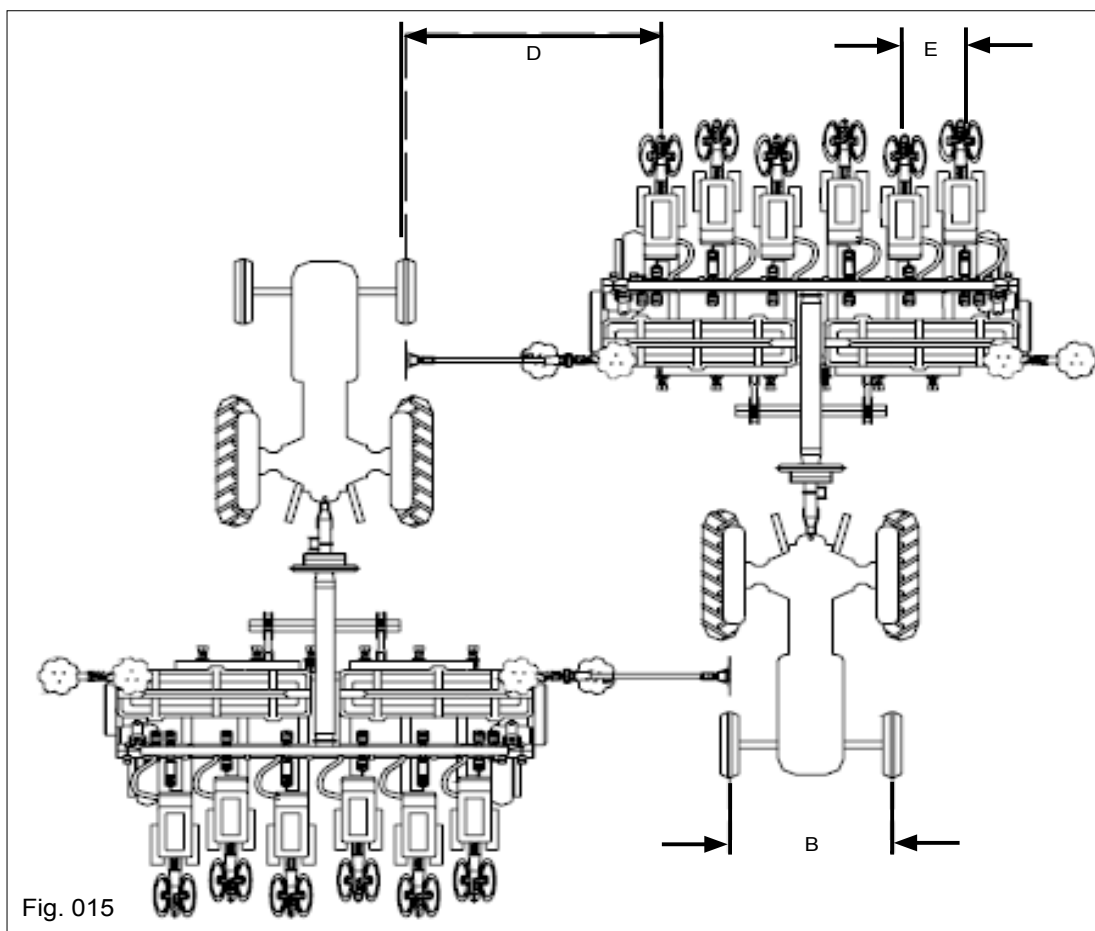

Fig. 015
b) Para obter a medida "D" caminhe com a plantadora por alguns metros, meça a distância entre o centro do rastro do trator e o centro da primeira linha de semente (Fig. 015).
a) Afrouxe as porcas do grampo de fixação da haste do marcador, a seguir desloque-a até a posição "D" (Fig. 015). Fixe o grampo novamente.